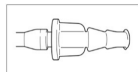

Figura 3: Raccordo portagomma di aspirazione
3. Se si desidera eseguire l'aspirazione, collegare il raccordo portagomma di aspirazione a un sistema di aspirazione mediante il tubo di aspirazione (Figura 3).